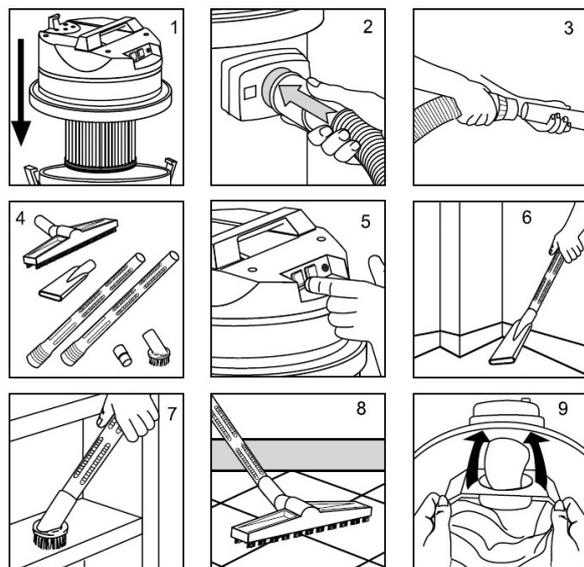

Abb. 7: Betrieb
Schritt 1: Motorkopf auf Behälter setzen und mit Klammern befestigen (Pos. 1, Abb. 7).
Schritt 2: Schlauch am Saugstutzen anschließen (Pos. 2, Abb. 7).
Schritt 3: Saugrohr auf Saugschlauch stecken (Pos. 3, Abb. 7).
Schritt 4: Entsprechendes Zubehör auswählen und anschließen (Pos. 4, Abb. 7).
Schritt 5: Stecker in Steckdose stecken, dann Gerät einschalten (Pos. 5, Abb. 7).
- Beispiel für den Gebrauch der Fugendüse (Pos. 6, Abb. 7).
- Beispiel für den Gebrauch der Rundbürste (Pos. 7, Abb. 7).
- Beispiel für den Gebrauch der Bürste für Bodenreinigung (Pos. 8, Abb. 7).
Schritt 6: Wenn die Benutzung des Filters aus Papier/Stoff vorgesehen ist, so ist dieser in den Behälter einzuführen, indem er auf das Blech gezogen wird (Pos. 9, Abb. 7).